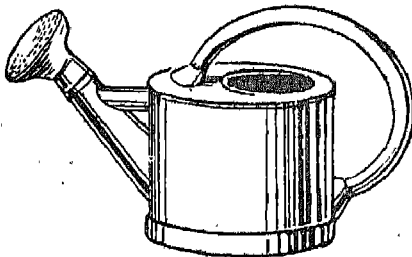

Fig. 9. — Arrosoir et sa pomme percée de trous.
d) **Arrosage.** — Les plantes trouvent leurs aliments dans l'air (gaz carbonique, oxygène...) et dans le sol (nitrate ou azotates, phosphates, potasse, etc.). Mais les racines ne peuvent absorber que des liquides ; en fait, de l'eau ayant dissous les principes nutritifs. Il est donc indispensable, lorsque le sol est trop desséché, de l'arroser copieusement pour maintenir l'activité des racines (fig. 9).